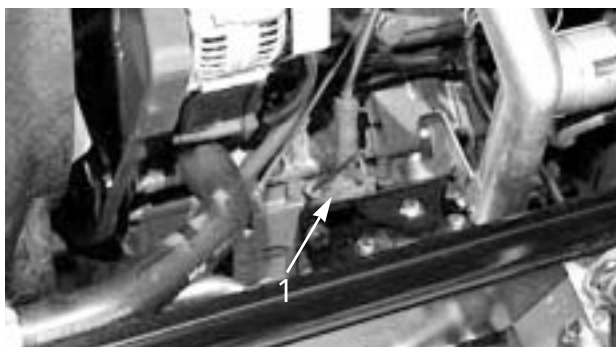

図 4
3. ディップスティック（図4）を抜き取り、付いているオイルをきれいな布で拭き、もう一度一杯に差し込んでから抜いて油量を点検、FULL 位置まであればよい。